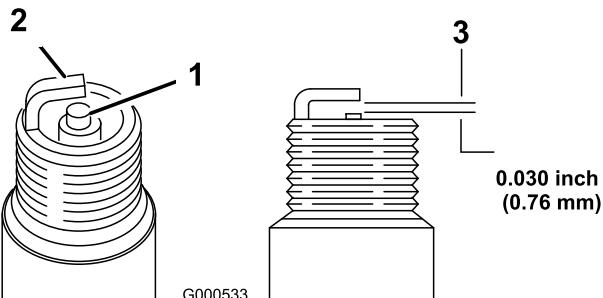

Figura 30
2. Compruebe la separación entre los electrodos central y lateral (Figura 30). Si la distancia no es correcta, doble el electrodo lateral (Figura 30).
1. Mire la parte central de la bujía (Figura 30). Si se observa un color gris o marrón claro en el aislante, el